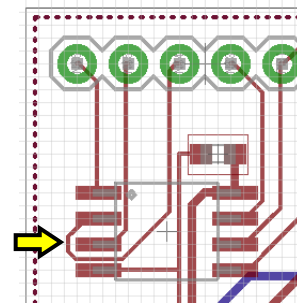

図 33
- ④ 図 33 のような配線があれば Bottom 側に配線をまわしましょう。